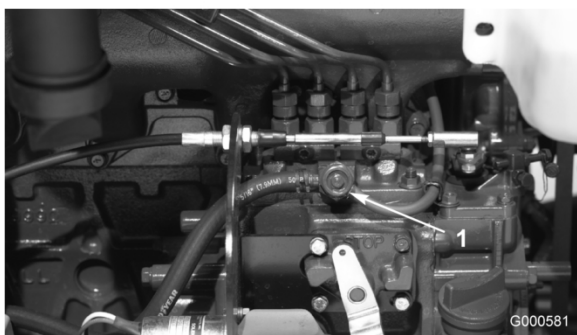

Figura 36
3. Desaperte o parafuso de drenagem que se encontra na bomba de injeção de combustível (Figura 36).